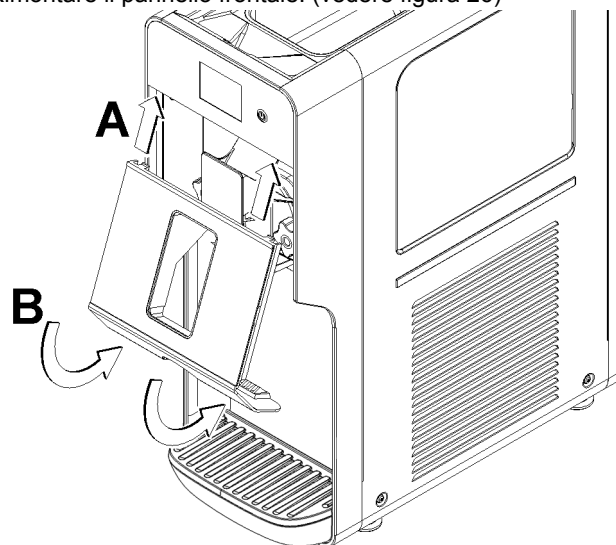

figura 26
**5** Rimontare il pannello frontale. (vedere figura 26)